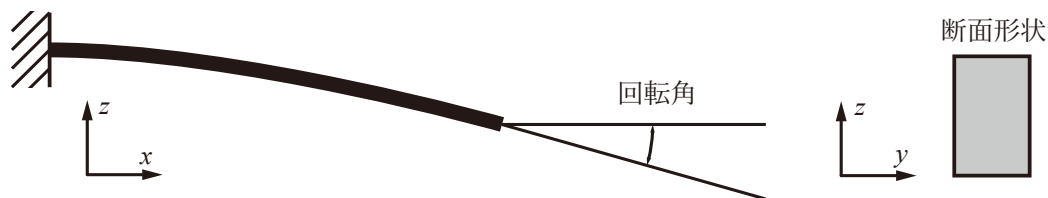

図 3-1 長方形断面をもつ水平片持ち梁
(1) 建築材料力学分野における下記の問いに答えよ。
(2) 図 3-1 に示す長方形断面をもつ水平片持ち梁構造の自重による変形を考える。材料は均質であり、密度は ρ 、ヤング係数は E 、重力加速度は g とする。微小変位および材料の線形弾性範囲内の変形を仮定する。また、梁の平面保持仮定（ベルヌーイ・オイラーの仮定）が成り立つとする。